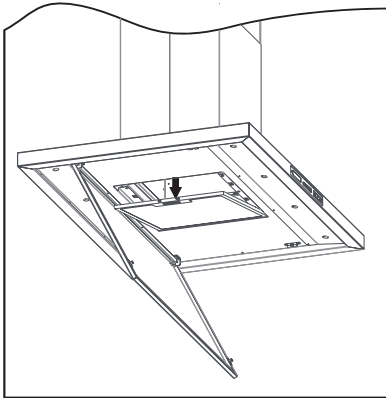

Abb. 11: Metallfettfilter entnehmen, bzw. einsetzen
- Griffleiste des Metallfettfilters nach hinten drücken (⇔ Abb. 11).
- Zum Wiedereinsetzen den trockenen Metallfettfilter unten mit den Laschen einsetzen, Griffleiste drücken, Filter nach oben in den Rahmen einsetzen und Griffleiste loslassen, damit der Filter in den Rahmen einrastet (⇔ Abb. 11).